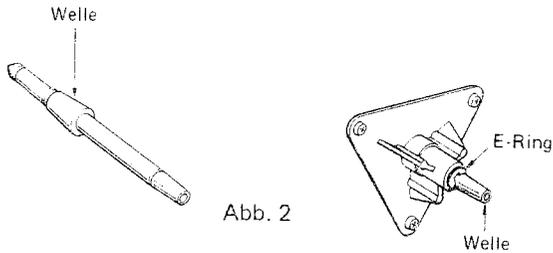

Abb. 2
- 6) Entfernen Sie den E-Ring von der Welle (Abb. 2). Die Welle läßt sich dann in Richtung zu Ihnen herausnehmen.